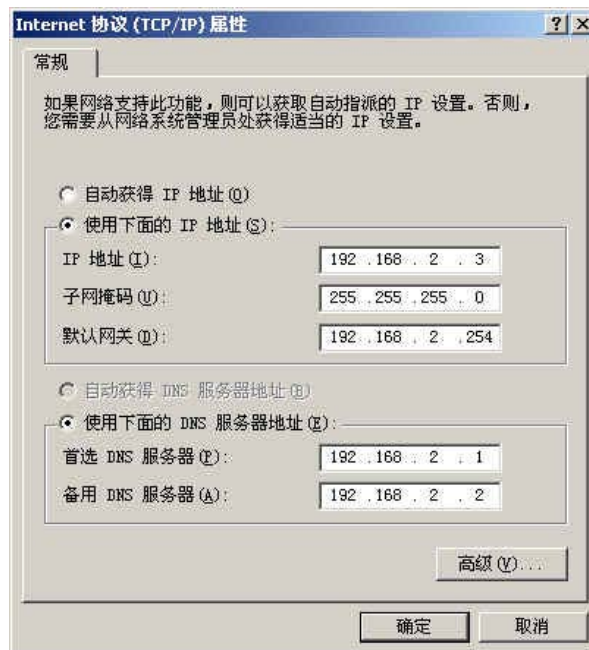
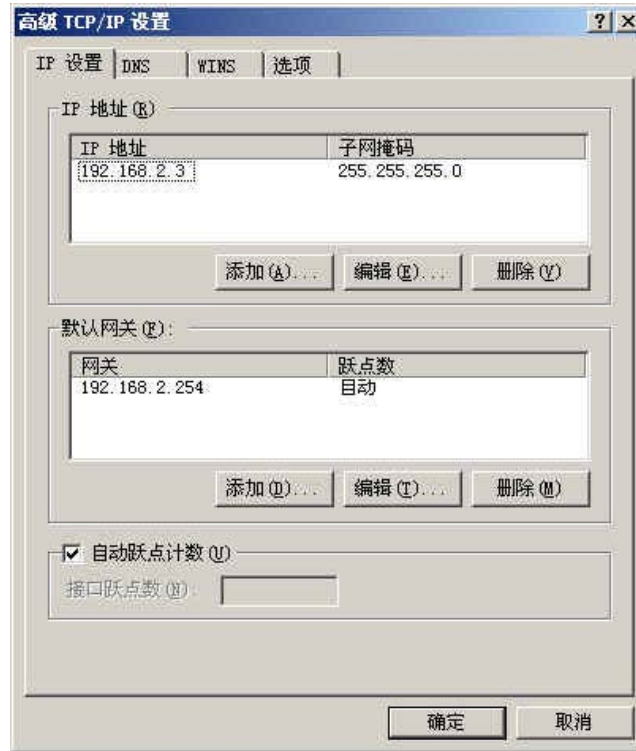

图 4.7 Windows 2000/XP TCP/IP 属性界面
图 4.8 Windows 2000/XP TCP/IP 设置界面
选择“常规”选项开，在“此连接使用下列项目(D):”下拉框中选择“Internet 协议 (TCP/IP)”项。单击属性弹出如图 4.7 所示的界面。
单击图 4.7 界面的“高级 (Y) ...”按钮，这时会弹出如图 4.8 所示的界面。
在图 4.8 界面的“IP 设置”选项卡的“IP 地址 (R)”栏单击“添加(A)...”按钮。弹出如图 4.9 所示的对话框。